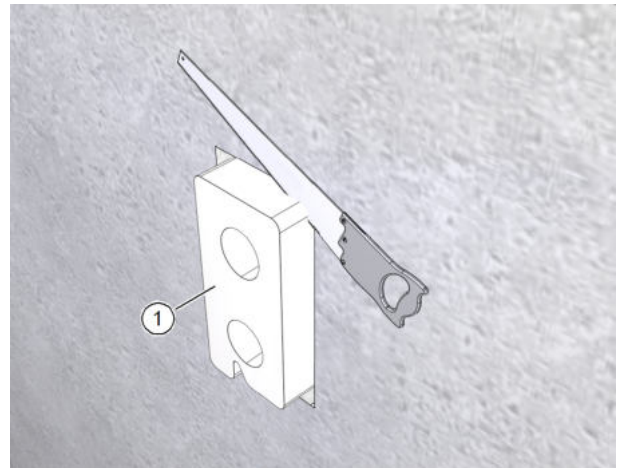
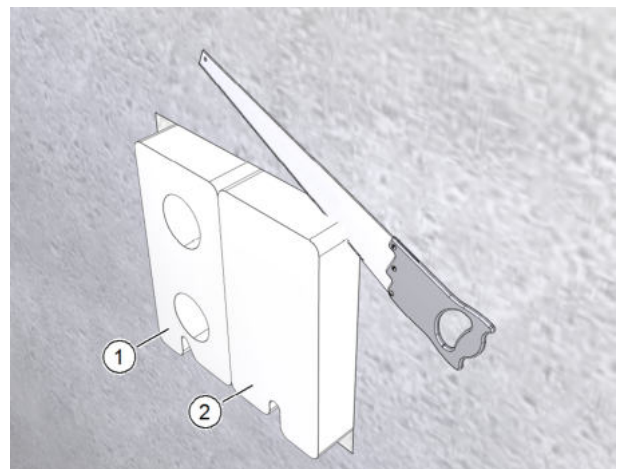

Abb. 16: Mauerkasten **ohne** Füllstück anpassen
Abb. 17: Mauerkasten **mit** Füllstück anpassen
- ▶ Kürzen Sie mit einer Styroporsäge den überstehenden Mauerkasten (Pos. 1 in Abb. 16 und Abb. 17) und ggf. das Füllstück (Pos. 2 in Abb. 17), so dass diese bündig mit der Massivwand oder der angebrachten Dämmung sind.